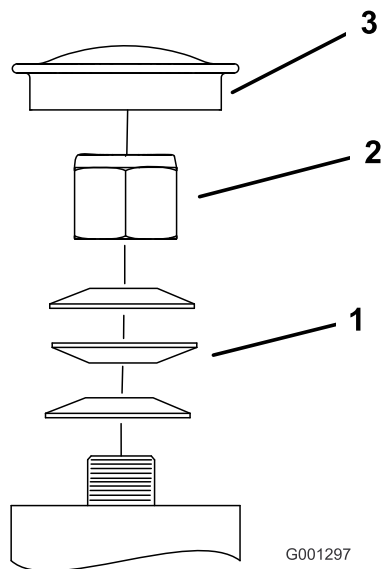

Bild 69
3. Entfernen Sie den Staubdeckel vom Laufrad und ziehen Sie die Sicherungsmutter an (Bild 69).
4. Ziehen Sie die Mutter so weit an, bis die Federscheiben flach sind. Drehen Sie dann 1/4 Drehung zurück, damit Sie die Vorlast korrekt auf die Lager verteilen können (Bild 69).
Wichtig: Achten Sie darauf, dass die Federscheiben richtig eingesetzt sind, siehe Bild 69.
5. Setzen Sie den Staubdeckel auf (Bild 69).